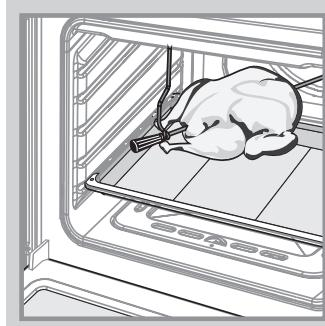

Рис.11
- Насадите на штык кусок мяса или тушку птицы (привязав крылья и ноги к тушке) и закрепите его вилками посредством крепежных винтов. Штык вертela располагается по диагонали внутри духовки. Закрепленный на штыке кусок мяса должен находиться точно под грилем (рис. 11).